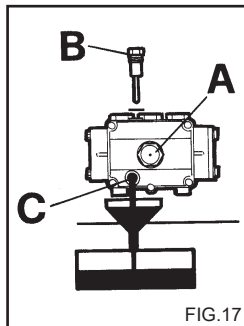

FIG. 17
- 2) Irrota korkki mittatikulla (fig. 17).